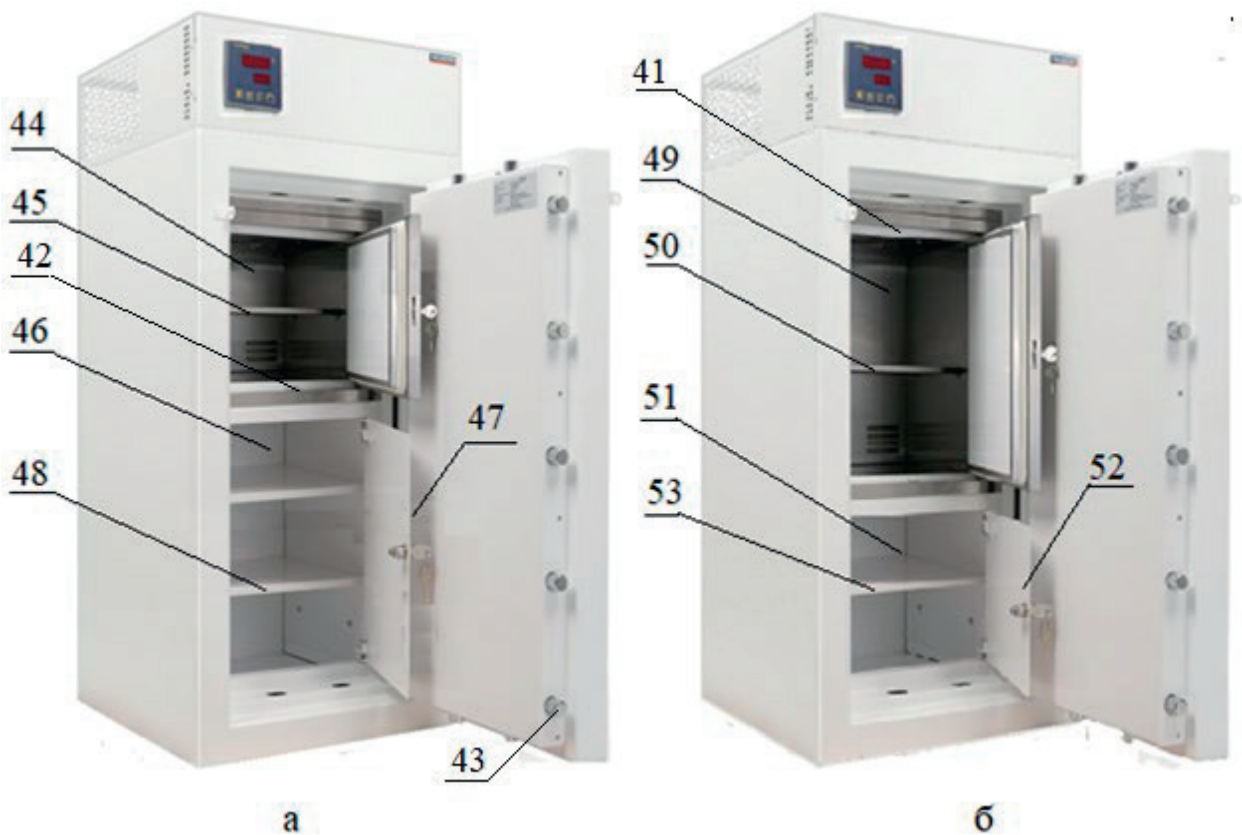

Рис.5. Сейфы-термостаты TS-3/12 мод. Форт-99 (а) и TS-3/25 мод. Форт-99 (б).
4.18 На рис. 5 отображены модели TS-3/12 мод. Форт-99 (рис.5а) и TS-3/25 мод. Форт-99 (рис.5б), сейфы которых оснащены дверьми с замками, запирающимися при помощи воротка (6, рис.1) привода ригельной системы (43) и 2-х ключевых замков (7). Сейфовые двери открываются на 180° при помощи петель (4 и 5, рис.1).
4.19 Изделия TS-3/12 мод. Форт-99 (рис.5а) и TS-3/25 мод. Форт-99 (рис.5б) обладающие односекционными рабочими камерами, внешний вид и габаритные размеры которых, а также назначение измерителей-регуляторов (11) аналогичны модели TS-3/50 (рис.1 и рис.4).
| Взам. инв.     | <p>4.18 На рис. 5 отображены модели TS-3/12 мод. Форт-99 (рис.5а) и TS-3/25 мод. Форт-99 (рис.5б), сейфы которых оснащены дверьми с замками, запирающимися при помощи воротка (6, рис.1) привода ригельной системы (43) и 2-х ключевых замков (7). Сейфовые двери открываются на 180° при помощи петель (4 и 5, рис.1).</p> <p>4.19 Изделия TS-3/12 мод. Форт-99 (рис.5а) и TS-3/25 мод. Форт-99 (рис.5б) обладающие односекционными рабочими камерами, внешний вид и габаритные размеры которых, а также назначение измерителей-регуляторов (11) аналогичны модели TS-3/50 (рис.1 и рис.4).</p> <p>4.20 В сейфе изделия TS-3/12 мод. Форт-99 установлена односекционная 12-ти литровая запираемая рабочая камера (44), оснащенная съемной полкой (45), а также дополнительная емкость без обеспечения тепловых условий хранения</p> |  |  |  |  |
4.23 На рис.6 представлены модели сейфа-термостата TS-3/12 и TS-3/25 у которых конструкция панели электропитания, назначение измерителя-регулятора (11), размещенного на панели блока управления (10), входящих в состав блока электроники (2), аналогичны соответствующим моделям TS-3/12 (рис.5а) и TS-3/25 мод. Форт-99 рис.5(б).
| <p>Рис.5. Сейфы-термостаты TS-3/12 мод. Форт-99 (а) и TS-3/25 мод. Форт-99 (б).</p> |                                                                                                                                                                                                                                                                                                                                             |          |         |      |    |
| Взам. инв.                                                                          | <p>4.23 На рис.6 представлены модели сейфа-термостата TS-3/12 и TS-3/25 у которых конструкция панели электропитания, назначение измерителя-регулятора (11), размещенного на панели блока управления (10), входящих в состав блока электроники (2), аналогичны соответствующим моделям TS-3/12 (рис.5а) и TS-3/25 мод. Форт-99 рис.5(б).</p> |          |         |      |    |